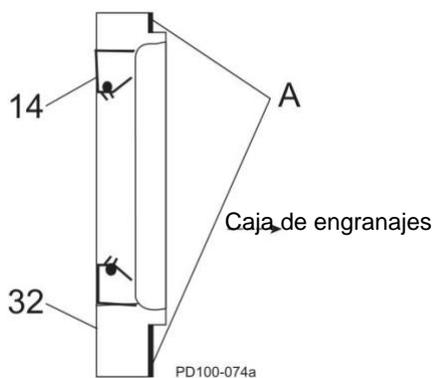

Ilustración 58 - Instalación de la fijación del rodamiento
18. Recubra las bridas de las fijaciones con sellador de silicona (Ilustración 58, elemento A). (Puede utilizar cinta selladora Gore-Tex® en modelos sin silicona). La junta para grasa (elemento 14) se enjuagará con el frente de las fijaciones del rodamiento. En modelos 030, la junta para grasa se encontrará contra el peldaño dentro del diámetro de las fijaciones.
19. Instale las fijaciones del rodamiento (Ilustración 58, elemento 32).